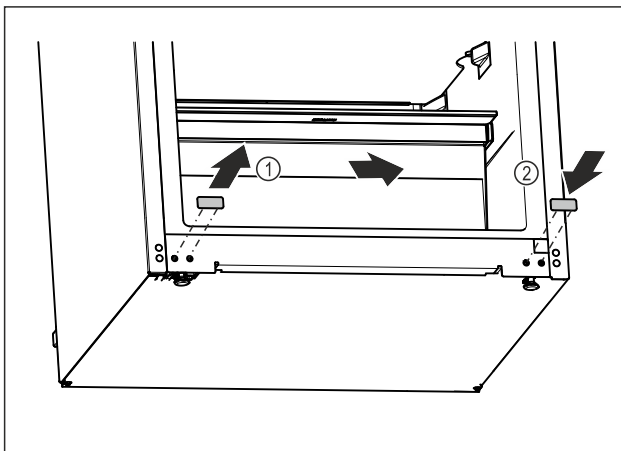

Fig. 16
- ▶ Trekk ut dekselpluggene. Fig. 16 (1)
- ▶ Sett inn dekselpluggen på motsatt side. Fig. 16 (2)